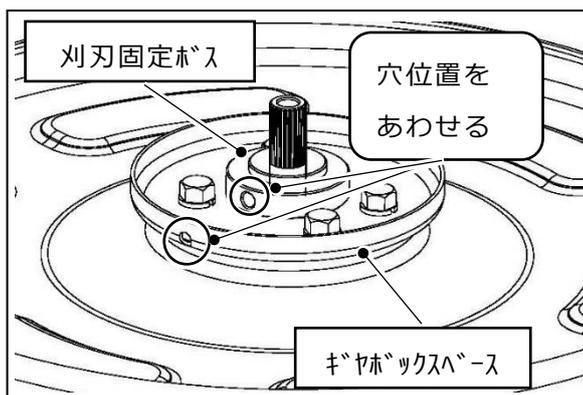
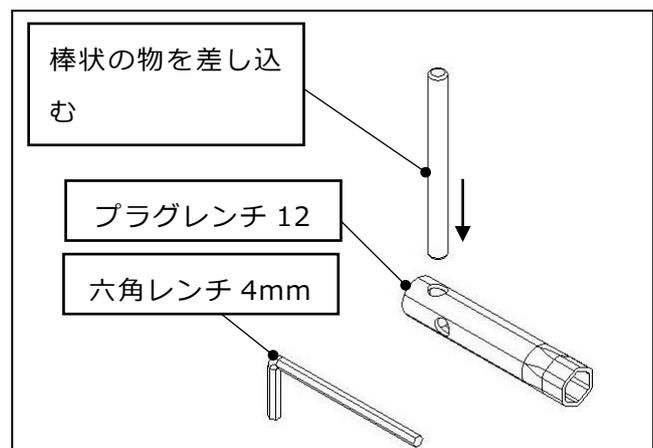

図 5
図 7
- ②ボルトの取外しはギヤボックスベースと刈刃固定ボスの穴をあわせ、付属の六角レンチ 4mm を差し込み刈刃固定ボスを固定して、プラグレンチ 12 でボルトを緩め、各部品を取り外してください。(図 5、図 7 参考)